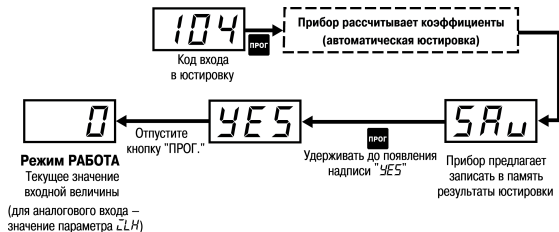

Рисунок 8.2 – Последовательность действий при юстировке наклона характеристики термопреобразователя или датчика с унифицированным выходным сигналом
4. Не менее чем через 15 – 20 сек после включения питания произвести юстировку прибора (см. *рисунок 8.2*). Юстировка производится автоматически. После юстировки прибор возвращается в режим **Работа**.